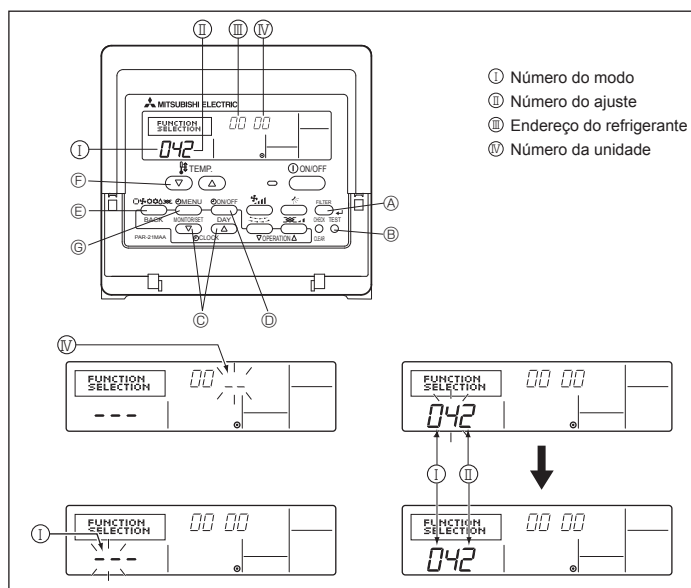

Fig. 6-6
6.3.1. Definição das funções na unidade (Fig. 6-6)